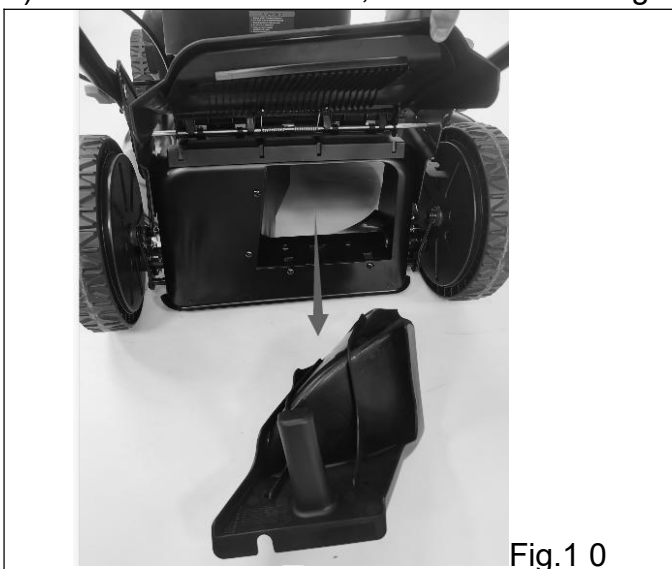

Fig.10
- 1) Relevez le déflecteur et retirez la protection du broyeur si elle est présente (Fig.10).